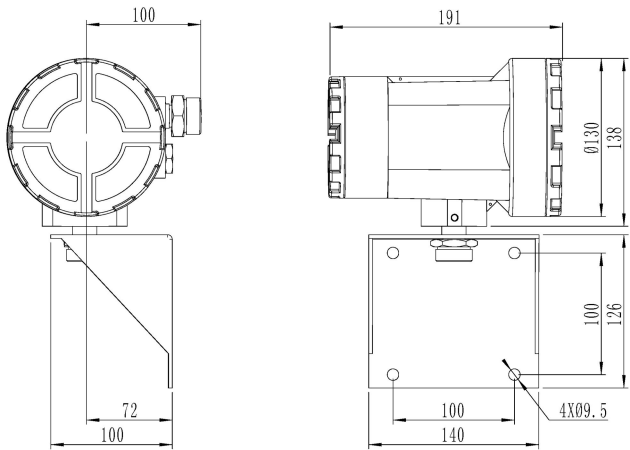
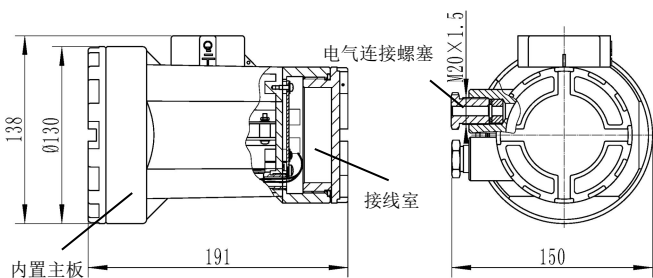
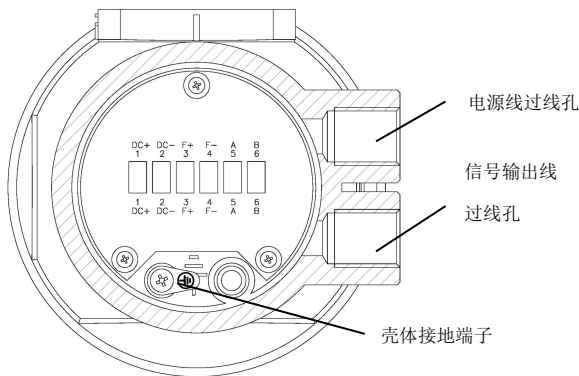

图 15 分体式流量计：变送器 T1000 型及安装架安装尺寸
图 16 变送器 T1000 型安装
图 17 T1000 变送器接线室布局示意图
a) T1000 变送器接线时要把电气连接螺塞拧紧，防止可燃气体、湿气和灰尘进入，参见图 15。变送器的接线室有两个单独的电气连接过线孔（ $M20 \times 1.5$ ）分别用于电源和输出信号的接线，接线室的示意图如图 16、图 17 所示。
- 2) T1000 连接如图 17: DC+、DC-
- 1) T1000 连接如图 17: F+ (正)、F- (负)
- 1) T1000 连接如图 17: A、B